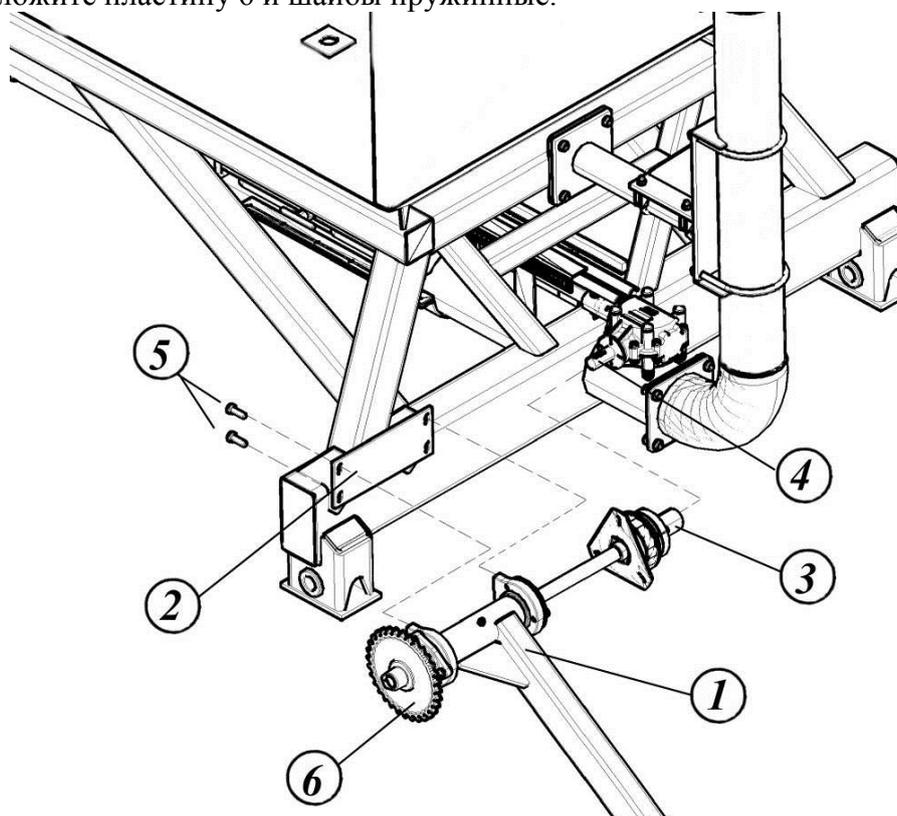

Рис. 5.1.1. Установка узла привода дозатора
5.1.1. Установите узел привода дозатора 1 с электромагнитной муфтой на пластину 2 рамы бункера, совместив фланец электромагнитной муфты 3 с валом редуктора 4. Предварительно на вал редуктора 4 установите шпонку 8x7x30 ГОСТ 23360-80. Узел привода крепить с помощью болтов 5 М12х25 (4 шт.), подложив плоские и пружинные шайбы (рис. 5.1.1).
Ведущую звездочку 6 (рис.5.1.1) узла привода выставить в одной плоскости со звездочкой ведомой 1 (рис.5.1.3), для чего использовать деревянную или металлическую планку.